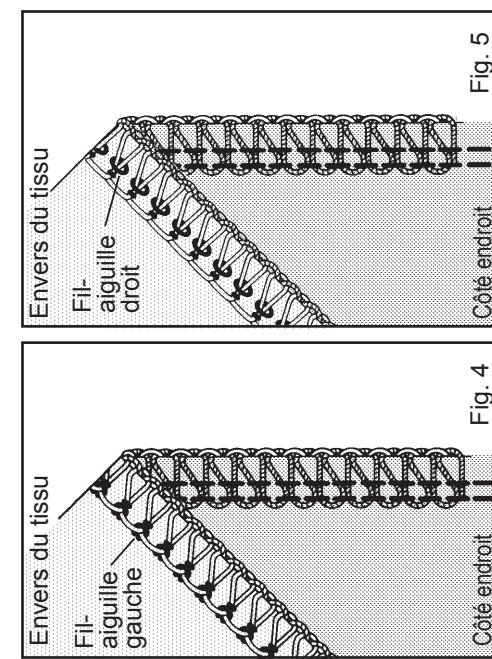

Fig. 4
Loops may hang off the edge, when you sew with lightweight fabric using 3 threads (right needle only), and setting cutting width dial at 4 - 5 (Fig. 3). In such a case change the stitch finger (A) to (B) to get neat stitching (Fig. 4).
La forma de lazo está demasiada floja, cuando cose con el material de género ligero usando 3 hilos (sólo la aguja izquierda), y fijando el dial de anchura de costura en 4 - 5 (Fig. 3). En estos casos, cambiar el dedo de puntada (A) a (B) para obtener una mejor puntada (Fig. 4).